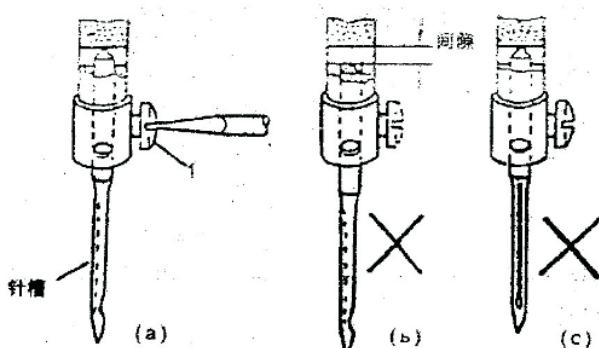

图1
1. 安装机针:本机针请选用135/21机针，转动缝纫头上轮使针杆上升到最1点旋松夹针螺钉(见图1)将机针长槽面朝向左面，把针柄扦入针孔并至针孔原部然后固定。并注意图1中，针柄没有扦足，C针曹方向不对都是错误的。